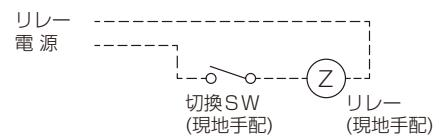

図9
2) 図 9 のように切換 SW、リレーを設けてください。(現地手配)